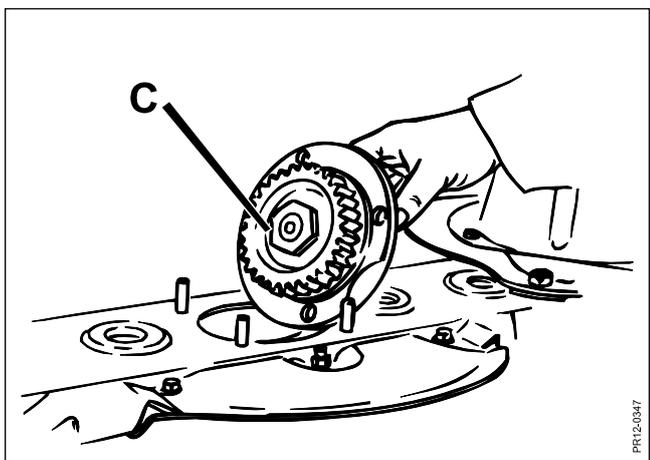

Fig. 5-10
- Fig. 5-10 Sur la barre de coupe utilisée, chaque moyeu **C** au dessous des disques se remplace facilement par le dessus (Barre de coupe Top Service).